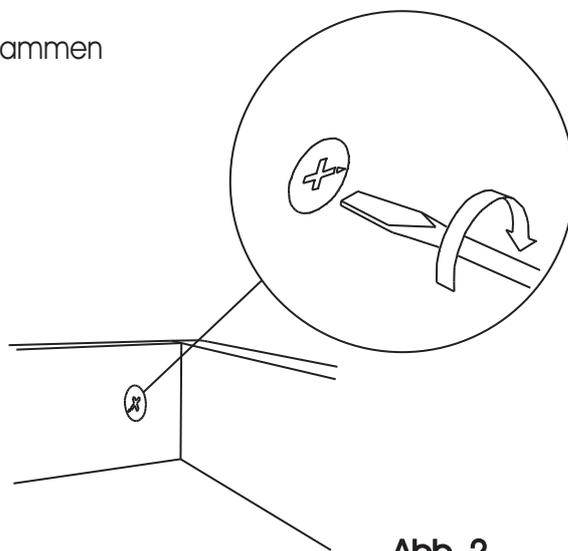

Abb. 2
2. Stecken Sie das Sockelvorderstück und die Sockel-Retouren zusammen und drehen den Excenter fest. (Abb. 2)